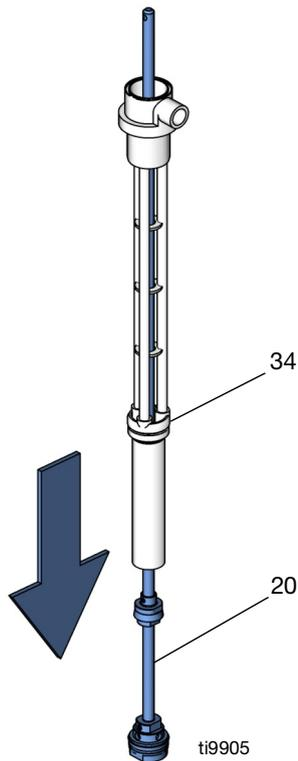

FIG. 19
8. Tirez sur l'arbre de transmission (20) pour le sortir du fond du corps de la pompe (34). Voir FIG. 19.